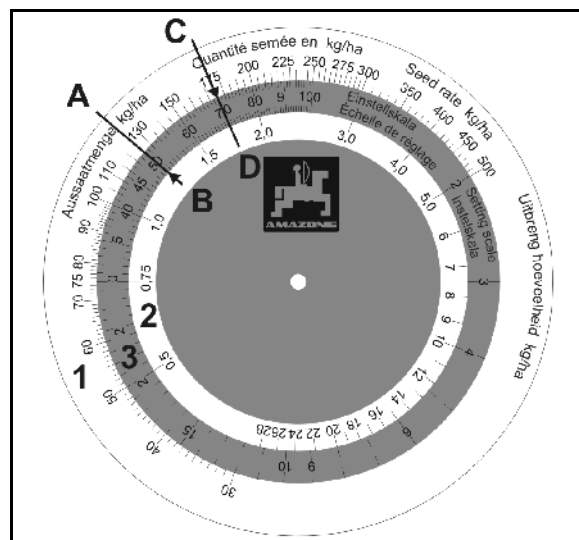

Рис. 88
Логарифмический диск имеет три шкалы: внешней шкалы белого цвета (Рис. 88/1) для всех норм высева свыше 30 кг/га и внутренней шкалы белого цвета (Рис. 88/2) для всех норм высева ниже 30 кг/га. На средней, цветной шкале (Рис. 88/3) указаны положения редуктора от 1 до 100.
2. Значение нормы высева – **125 кг/га** (Рис. 88/A) и положение редуктора – **50** (Рис. 88/B) устанавливаются на логарифмическом диске друг над другом.
3. Теперь с помощью логарифмического диска узнайте значение положения редуктора для нужной нормы высева **175 кг/га** (Рис. 88/C). На нашем примере положение редуктора равно **70** (Рис. 88/D).